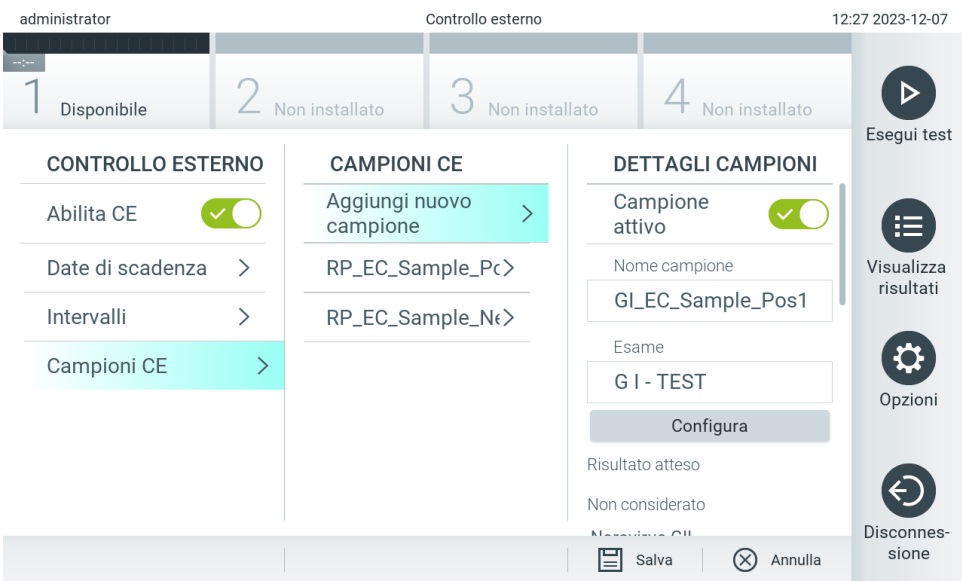
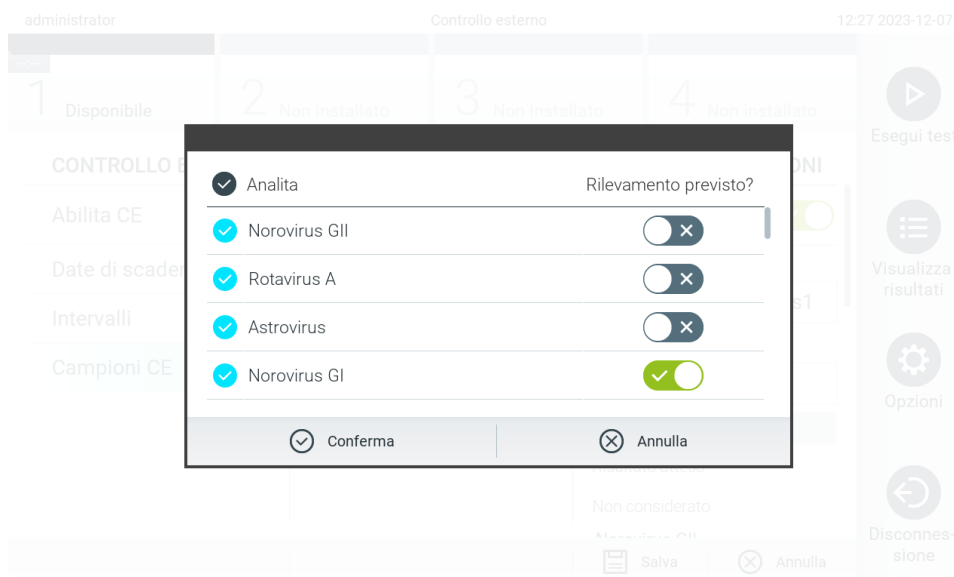

Figura 79. Schermata External Control EC Samples (Campioni CE controllo esterno).
Figura 80. Schermata External Control EC Sample configuration (Configurazione campioni CE controllo esterno).
6. Selezionare **Configure** (Configura) per modificare gli analiti in un test External Control (Controllo esterno) (Figura 79). Nella configurazione External Control EC Sample (Campione controllo EC esterno), è possibile stabilire se l'analita venga considerato per l'esecuzione del controllo esterno e se è prevista una rilevazione (Figura 80).
Per la creazione del file di archivio, è possibile selezionare solo l'HIS/LIS già caricato e i risultati scaduti. Analogamente, per la creazione del file di archivio, è possibile selezionare solo il risultato già caricato dell'applicazione QIAstat-Dx Remote Results. Premere **HIS/LIS Uploaded** (HIS/LIS caricato) per attivare questa opzione e premere **Create Archive** (Crea archivio) (Figura 80).